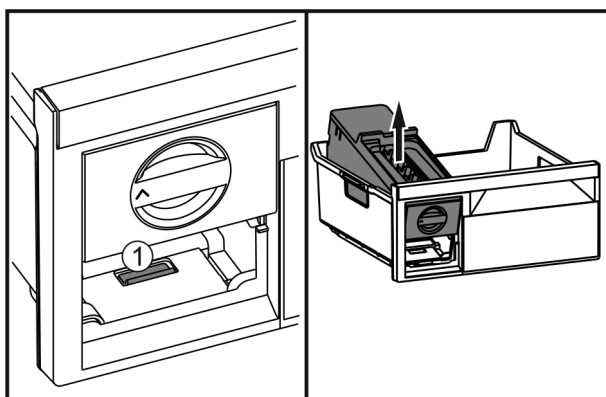

Fig. 59
- ▶ Stlačte západku Fig. 59 (1), EasyTwist-Ice zezadu zvedněte a vyjměte z mrazicí zásuvky.